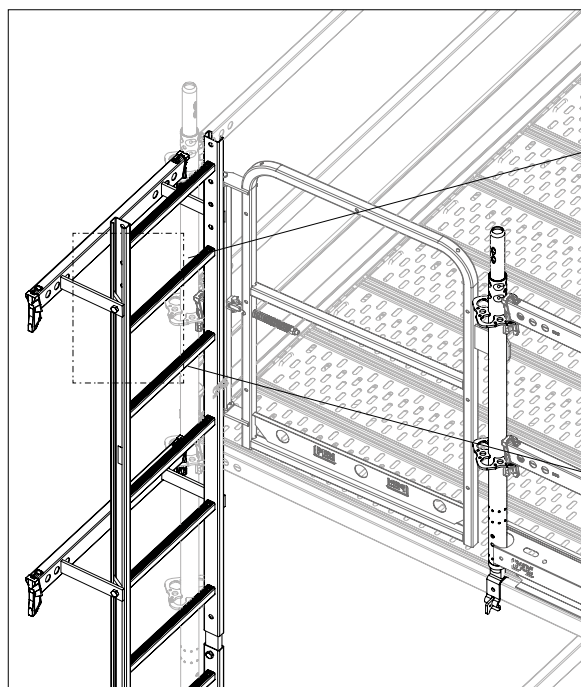
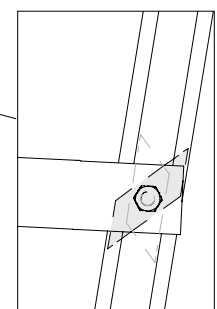

Abb. A9.12
Abb. A9.12b
3. Leiter 180/6 an Leiteranschluss montieren. Dazu Schraube M12 x 25 der Klemmplatte (**69.1**) leicht lösen, Klemmplatte in den Leiterholm (**76.1**) einlegen, verdrehen und Schraube festziehen. (Abb. A9.12 - Abb. A9.12b)
7. Am oberen Ende des Leiteraufstieges im Bereich der letzten Sprosse einen Leiteranschluss montieren. (Abb. A9.12)